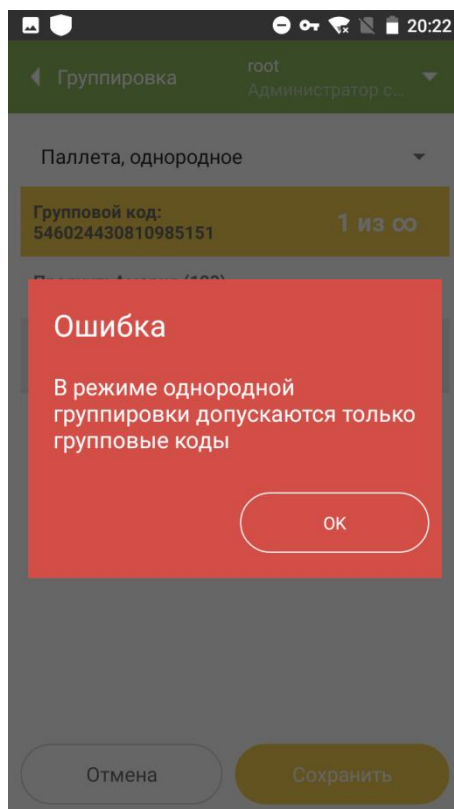

Рисунок 3.8
- В однородную паллету можно добавлять только короба с одной и той же номенклатурой. При попытке добавить короб с другой номенклатурой или код индивидуальной упаковки ЛПП система выдаст сообщение об ошибке (Рисунок 3.8).